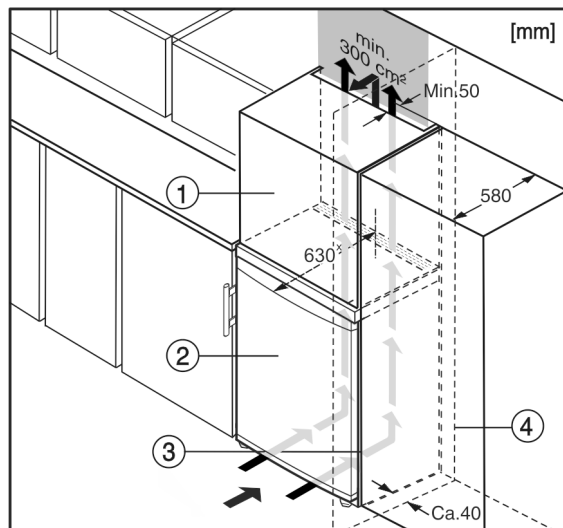

Fig. 5
Zariadenie môže byť zabudované medzi kuchynskými skriňami. Aby sa zariadenie Fig. 5 (2) prispôbilo výške kuchynskej linky, môže sa nad zariadením umiestniť nadstavná skrinka Fig. 5 (1).
Pri vstavaní s kuchynskými skriňami (hĺbka max. 580 mm) je možné zariadenie inštalovať priamo vedľa kuchynskej skrine Fig. 5 (3). Zariadenie vyčnieva nabok 34 mm \* a v strede zariadenia 50 mm \* oproti prednej časti kuchynskej skrine.
Ak je zariadenie umiestnené so zavesením vedľa steny Fig. 5 (4), vzdialenosť medzi zariadením a stenou musí byť minimálne 40 mm. To zodpovedá presahu držadla pri otvorených dverách.